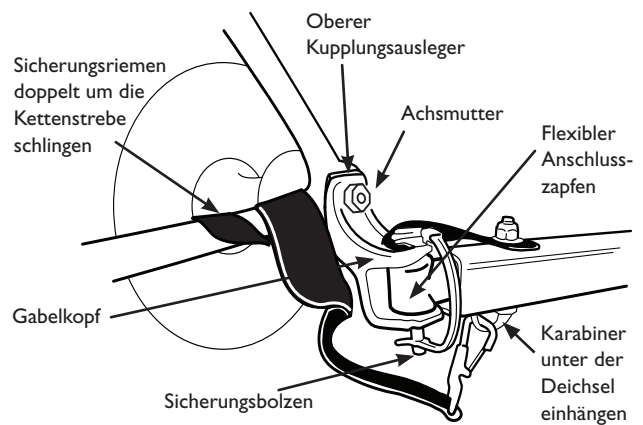

Abbildung 41
4. Setzen Sie den flexiblen, schwarzen Anschlusszapfen am Deichselende in den Gabelkopf der Kupplung ein (s. Abbildung 41).
5. Richten Sie die Bohrungen im Anschlusszapfen auf die Bohrungen des Gabelkopfs aus (s. Abbildung 41).